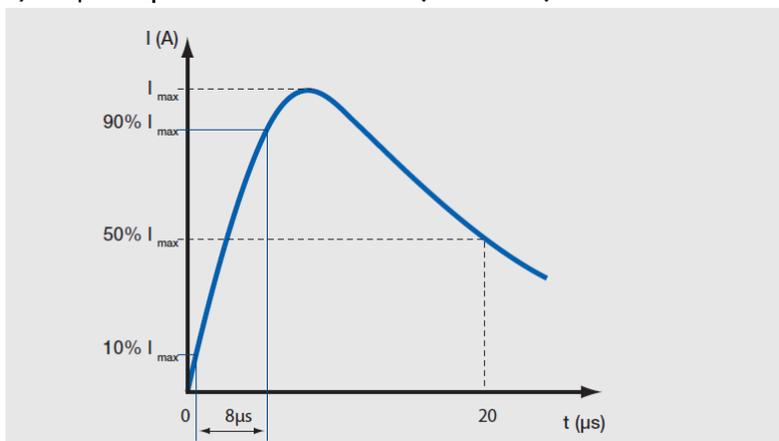

Abb. 4 Impulse 8/20  $\mu$ s
- 8/20  $\mu$ s Impuls bis zu 3.000 A (s. Abb. 4)